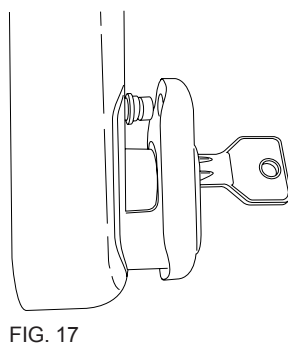

FIG. 17
2. Ruotare la chiave fino ad allineare la camma e sfilare il blocco cilindro dall'elettromaniglia fig. 17;
2. Turn the key until the cam is in line and remove the cylinder block from the electric handle (fig. 17);
2. Tourner la clé de manière à aligner la came et retirer le bloc-cylindre de la poignée électrique fig. 17 ;
2. Gire la llave hasta alinear la leva y extraiga el bloque del cilindro de la electromanilla Fig. 17;
2. Drehen Sie den Schlüssel so lange, bis der Nocken gefluchtet resultiert und ziehen Sie den Zylinderblock des Elektrodrückers ab, Abb. 17;
2. Draai de sleutel totdat de kam uitgelijnd is en verwijder het cilinderblok uit de elektrische handgreep fig. 17;